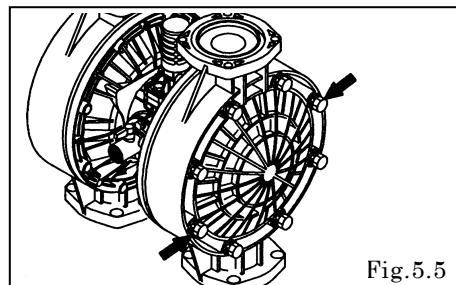

Fig.5.5
- アウトチャンバー取付ボルト 16 か所（NDP-H80 は 24 か所）を外し、アウトチャンバーを取り外す。〔Fig.5.5〕